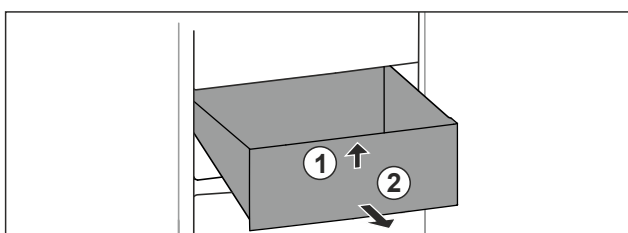

Fig. 64
- ▶ Predal spredaj dvignite. Fig. 64 (1)
- ▶ Predal vzemite ven v smeri naprej. Fig. 64 (2)